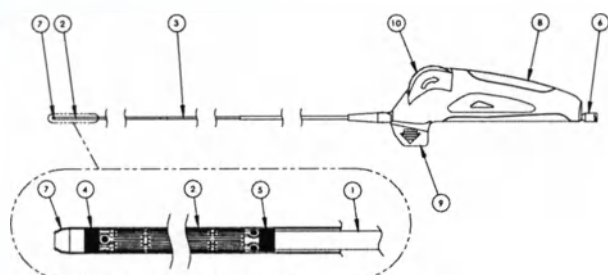

Figura 1: sistema di rilascio Entrust™
La Figura 1 mostra il sistema di rilascio Entrust. È dotato di un corpo trasversale composto da un corpo interno (1), un introduttore esterno retrattile (2) e un introduttore di isolamento (3) per agevolare il rilascio. L'impugnatura ergonomica per il rilascio (8) ha un blocco di sicurezza removibile (5), una rotella di rilascio (10) e un hub luer (6).